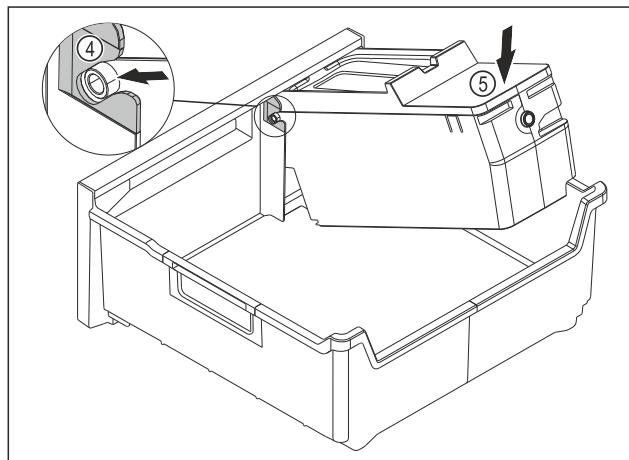

Fig. 82
- ▶ Montering af EasyTwist-Ice-legemet: Skub EasyTwist-Ice-legemets akser ind i føringerne Fig. 82 (4).
- ▶ Tryk EasyTwist-Ice-legemet Fig. 82 (5) ned bagtil.